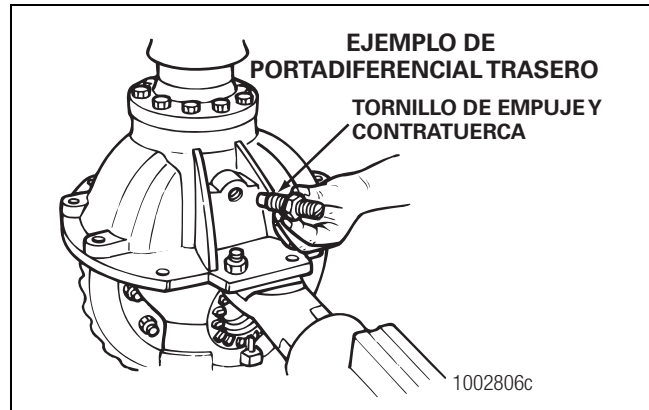

Figura 5.60
2. Instale la contratuerca sobre el tornillo de empuje. Apriete la contratuerca hasta el centro del tornillo de empuje. Figura 5.60.